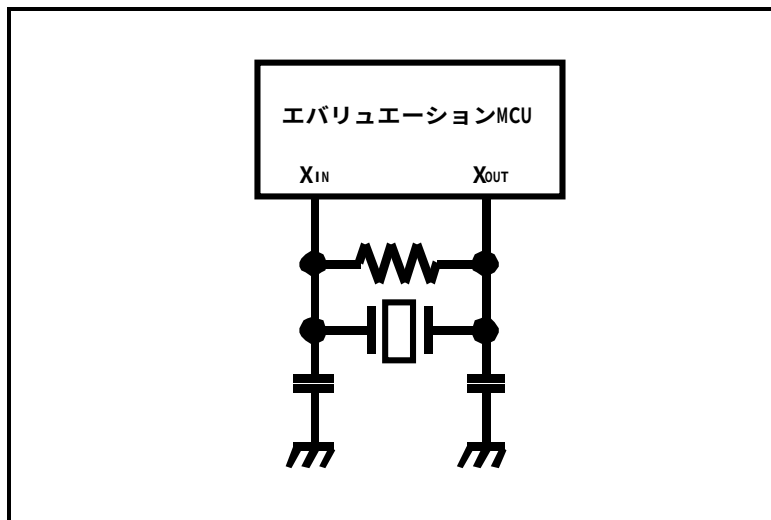

図 3.4 エミュレータでは発振しない回路(XCIN-XCOUTも同様)
- 図 3.4に示す、XIN端子、XOUT端子間に共振子を接続した発振回路では、エバリュエーションMCUとターゲットシステムとの間にフレキシブルケーブル、ピッチ変換基板等があるため、発振しませんのでご注意ください。サブクロック発振回路(XCIN,XCOUT)についても同じです。